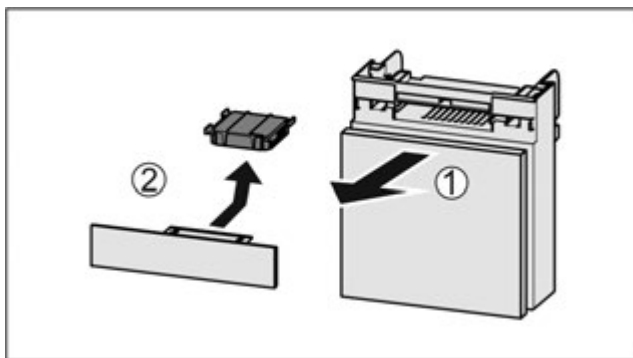

Fig. 80
- ▶ Потягніть Fig. 80 (1) відділення вперед.
- ▶ Витягнути Fig. 80 (2) фільтр з активованого вугілля.